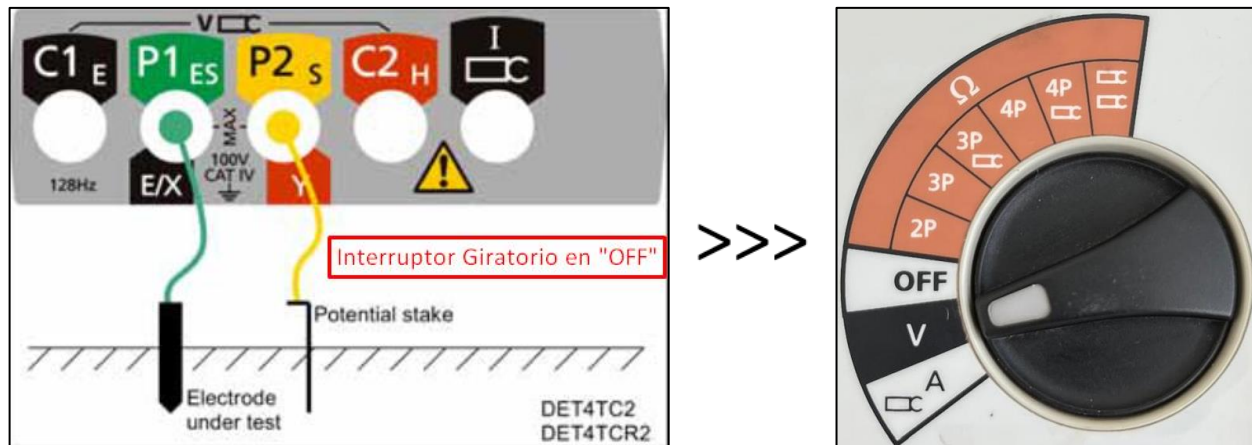

Imagen 3 - Conexión del instrumento para medir voltaje de ruido de fondo.
- El instrumento mostrará el triángulo de advertencia y una situación de que se excede el rango por sobre 100 V. Puede hacer la prueba de medición previa en "Imagen 3".
- El instrumento mostrará el triángulo de advertencia y una situación que excede el rango de voltaje si el voltaje de ruido de fondo supera los 100 V – en estas condiciones no es posible ninguna lectura de resistencia. Puede hacer la prueba de medición previa en “Imagen 3”.
- El instrumento mostrará el triángulo de advertencia y una situación que excede el rango de voltaje si el voltaje de ruido de fondo supera los 100 V – en estas condiciones no es posible ninguna lectura de resistencia. Puede hacer la prueba de medición previa en "Imagen 3".